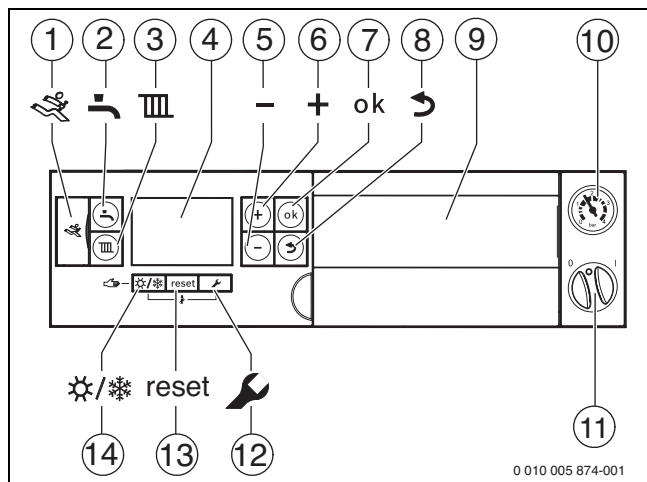

Fig. 5 Panou de comandă la capacul deschis al panoului de comandă
- Unitatea de comandă montată în aparat pentru reglare în funcție de temperatura exterioară (→ fig. 5).